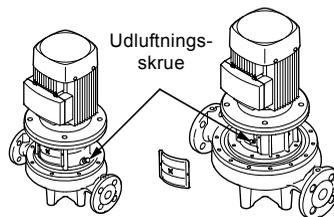

Fig. 15 Udluftningsskruens placering
1. Luk afspærringsventilen på afgangssiden, og løsn udluftningsskruen på topstykket. Se fig. 15.
2. Løsn udluftningsskruen. Se fig. 15.
3. Udluft pumpen under opstarten ved at løsne udluftningskrueen i topstykket indtil der kommer en jævn strøm af væske ud af udluftningshullet. Se fig. 15.